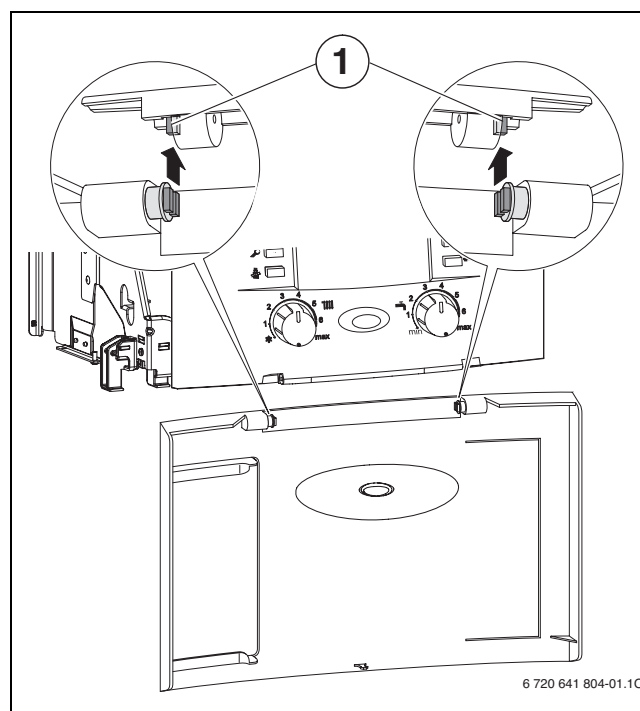

Fig. 13
- ▶ Verificare l'allineamento dell'isolamento (→ fig. 13, [1]).